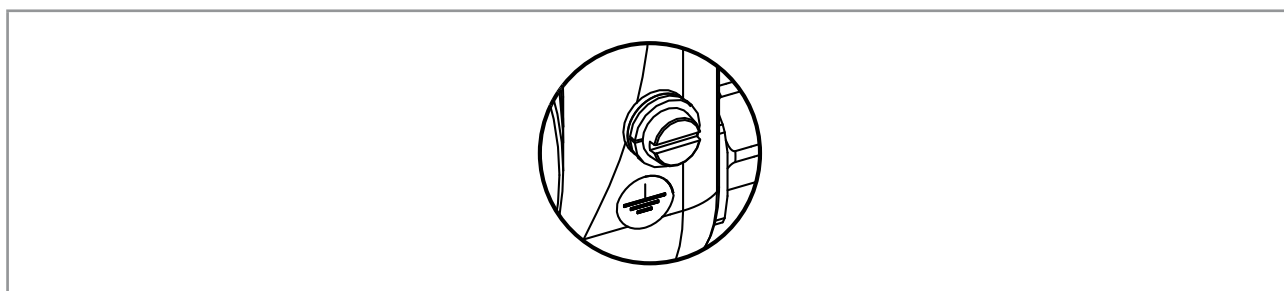

Fig. 30 : Vis de terre fonctionnelle sur la face extérieure de l'appareil
- soit à la vis de terre fonctionnelle située sur la face extérieure du boîtier du transmetteur (voir Fig. 30).